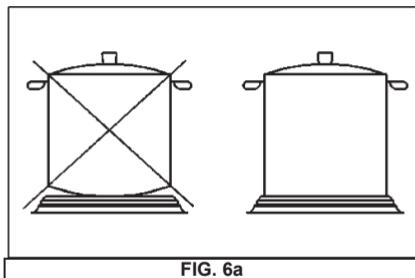

FIG. 6a
- *Toujours utiliser des casseroles à fond plat et très épais (voir fig. 6a).*